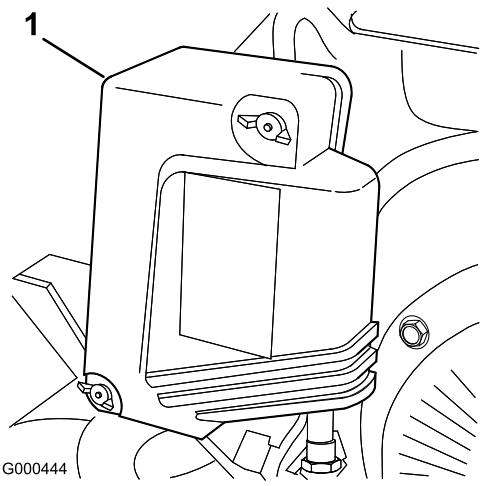

図 27
2. エア・クリーナ・カバーの蝶ナットを取り、カバーを外す。カバーを丁寧に清掃する(図 27)。